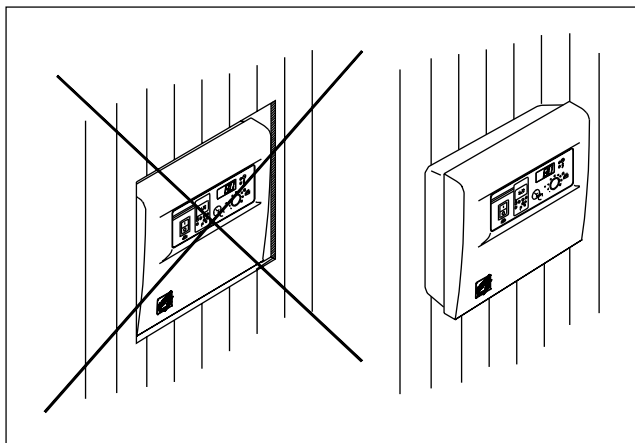

Рисунок 24 Установка блока управления к стене
**Вним!** Блок управления нельзя утоплять в стенные конструкции. (Рис. 24)